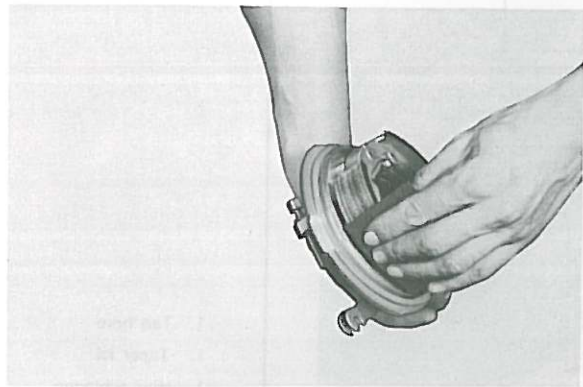

Fig. 5-1-7
2. Remove any glazed areas from brake shoes using coarse sand paper. (Fig. 5-1-7)
2. Si la surface des segments est glacée par endroits, les frotter avec du papier de verre à gros grains. (Fig. 5-1-7)
2. Geglättete Stellen der Bremsbacken mit rauhem Sandpapier aufrauen. (Fig. 5-1-7)